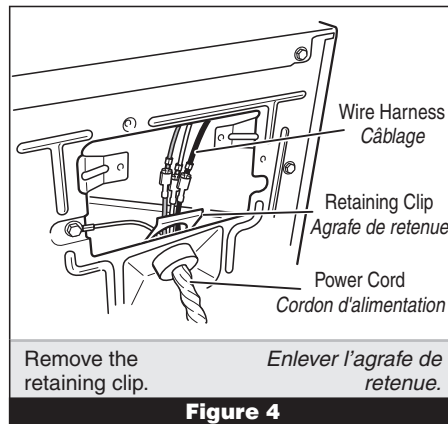

Figure 4
5. If it is necessary to replace the power cord, remove the retaining clip which secures the cord to the back panel. See figure 4. Disconnect the cord from the main harness, and the ground wire from the rear panel, then pull out the power cord.
5. S'il est nécessaire de remplacer le cordon d'alimentation, enlever l'agrafe qui retient le cordon d'alimentation sur le panneau arrière; voir la figure 4. Débrancher le cordon d'alimentation du câblage principal et débrancher le conducteur de liaison à la terre du panneau arrière, puis enlever le cordon d'alimentation.